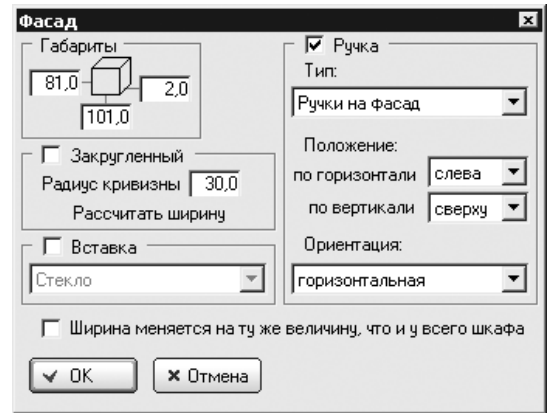

Рис. 8.20
3. На активной проекции создать прямоугольник, которым будет определяться размер и положение нового фасада, — откроется окно Фасад (рис. 8.20).